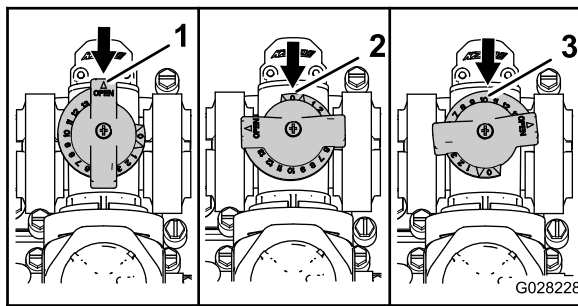

Figura 30
- La valvola di bypass dell'agitatore è in posizione completamente aperta come illustrato in A di Figura 30.
- La valvola di bypass dell'agitatore è in posizione chiusa (0) come illustrato in B di Figura 30.
- La valvola di bypass dell'agitatore è in posizione intermedia (regolata in relazione all'indicatore della pressione per il sistema di irrorazione) come illustrato in C di Figura 30.